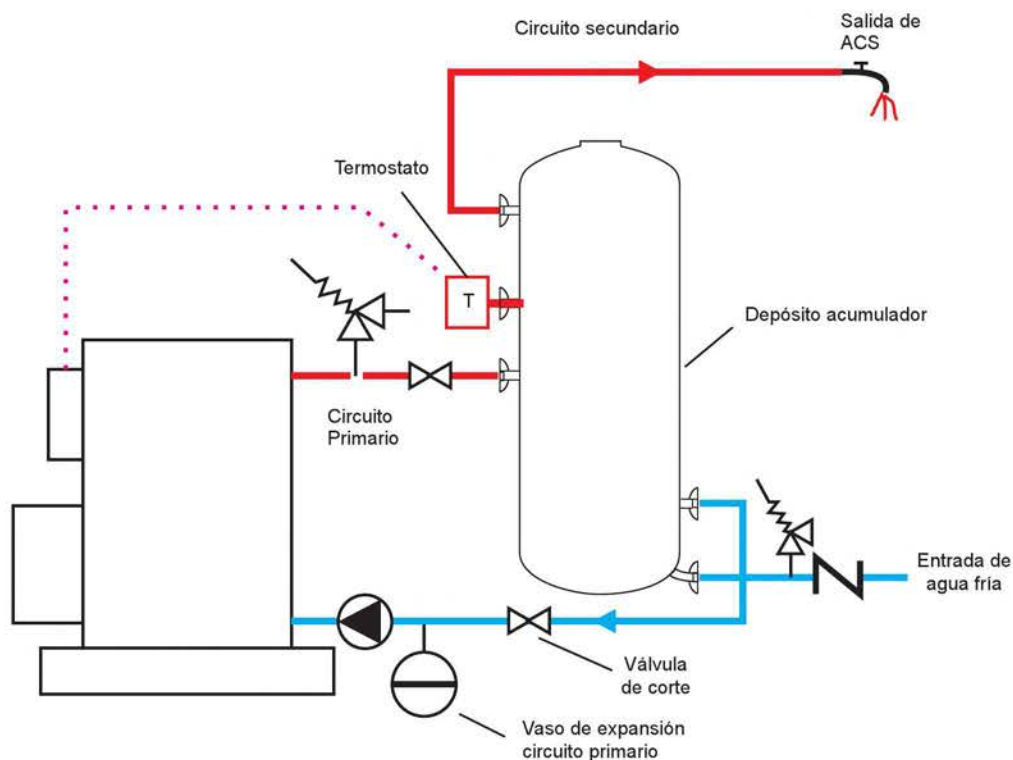

Figura 11.16. Esquema de una instalación de ACS
- **Termostato de seguridad.** Cuando la temperatura del agua alcanza un valor límite fijado actúa sobre la bomba impulsora deteniéndola (ver Figura 11.16.).
Finalmente, el esquema quedaría como muestra la Figura 11.16.